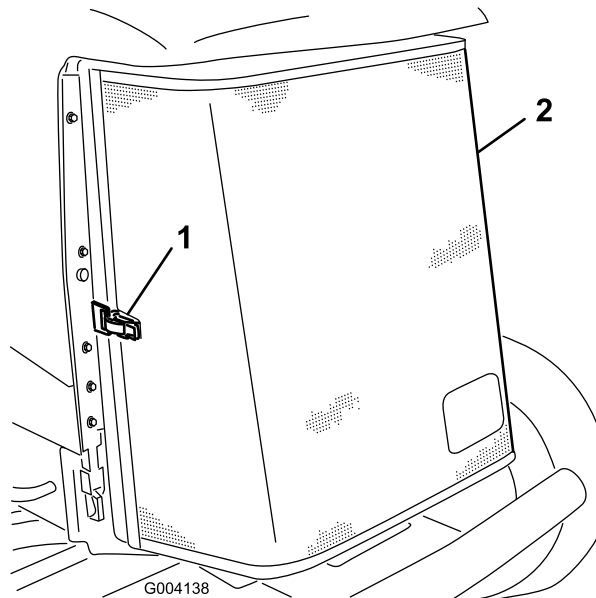

Bild 48
3. Entriegeln Sie den Riegel und drehen Sie das hintere Gitter auf (Bild 48).